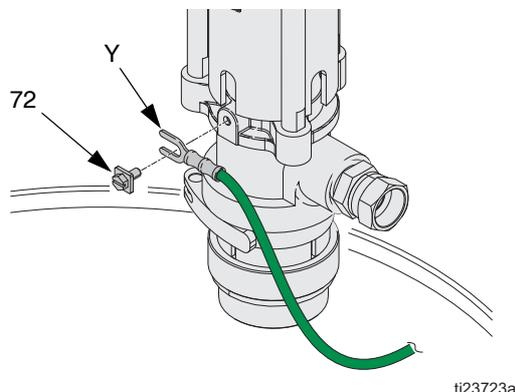

Рис. 9
- Насос*: подсоедините провод заземления (Y) к заземляющему винту (72) и надежно затяните винт. См. Рис. 9. Другой конец провода следует соединить с грунтовым заземлением. Обеспечьте соответствие всем национальным, региональным и местным электротехническим правилам и нормам.